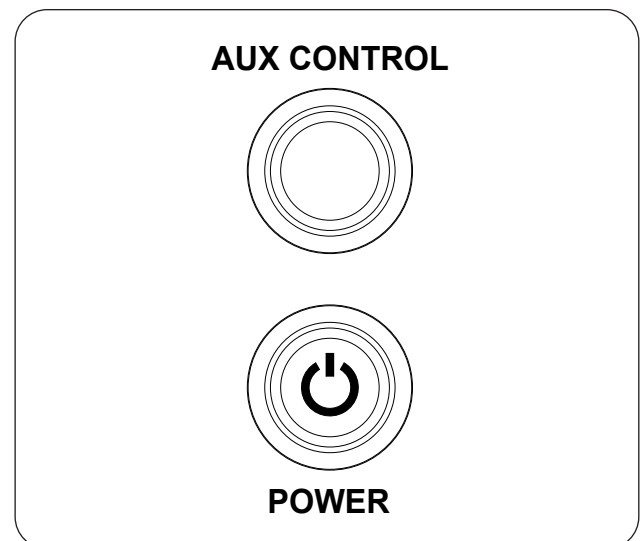

Fig. 36-1 Opération manuelle:
1. Localisez le panneau de commande sur le côté de l'appareil (reportez-vous à la LISTE DES PIÈCES D'IDENTIFICATION si nécessaire), et identifiez les boutons **AUX CONTROL** et **POWER** (voir Fig. 36-1).
Pour éteindre le brûleur (le système restera allumé), appuyez sur le bouton **AUX CONTROL** (voir Fig. 36-1).
Pour arrêter le brûleur et le système (arrêt total), appuyez sur le bouton **POWER** (voir Fig. 36-1).